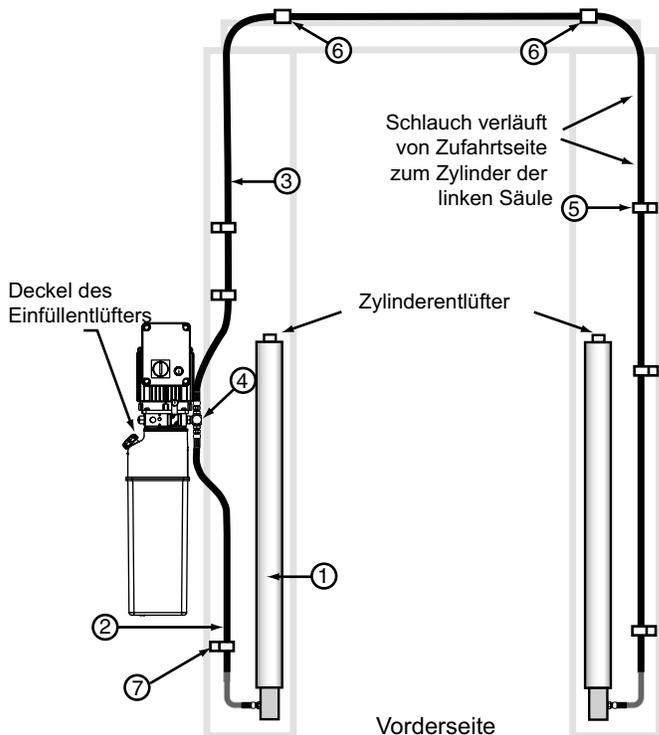
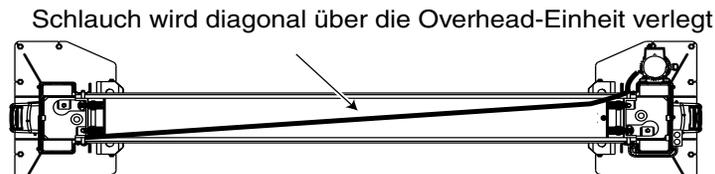

Abb. 12
Abb. 12a
**HINWEIS:** Den Schlauch der Stromversorgungseinheit mithilfe der Schlitze an der Säulen-Grundplatte innerhalb der Säulen verlegen, Abb. 12. Den Schlauch der Overheadeinheit im Säulenkanal an der Außenseite der Säule verlegen, Abb. 12. Der Schlauch der Overheadeinheit wird über das obere Ende der Overhead-Baugruppe verlegt, Abb. 12 und Abb. 12a.